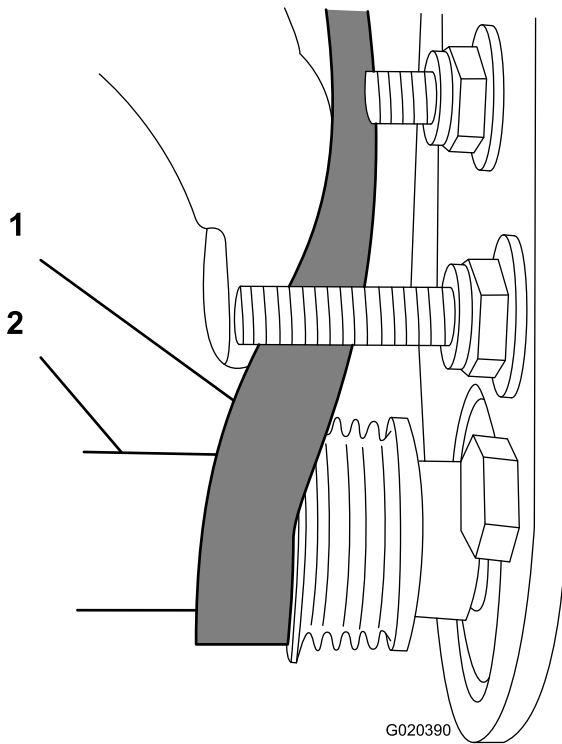

Bild 26
- C. Drehen Sie die Bürste mit einem Sechskantschlüssel (9/16") und verlegen Sie den Riemen auf der Antriebsriemenscheibe (**Bild 26**).